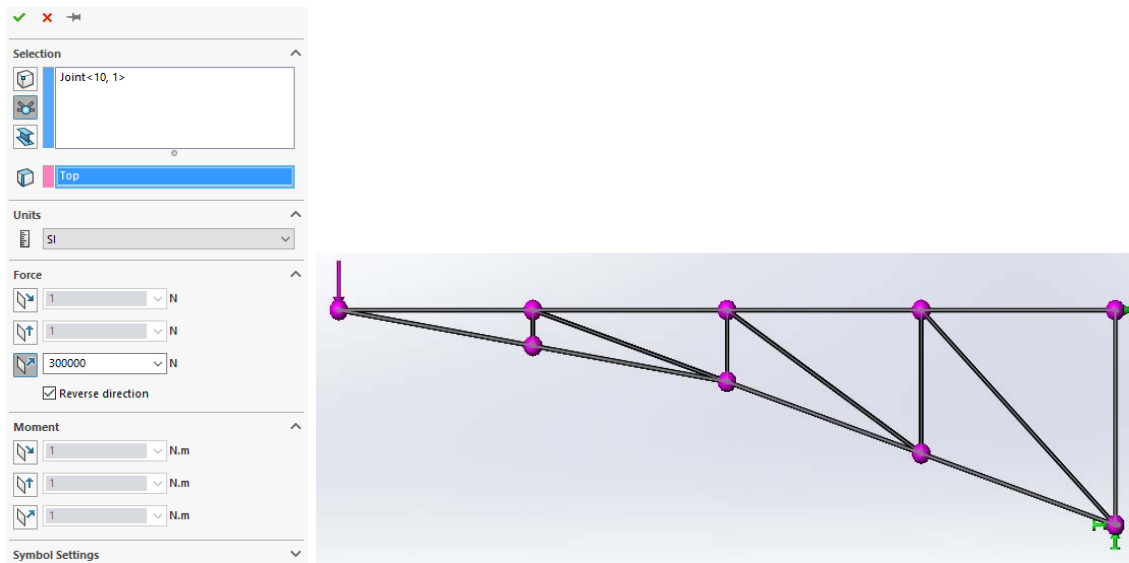

Рис. 4.177
– в закладці *Force (Сила)* вибираємо  *Перпендикулярно плоскості*, вводим значення сили — 300000Н і відзначаємо пункт *Реверс напрямку* (рис. 4.177). Натискаємо .